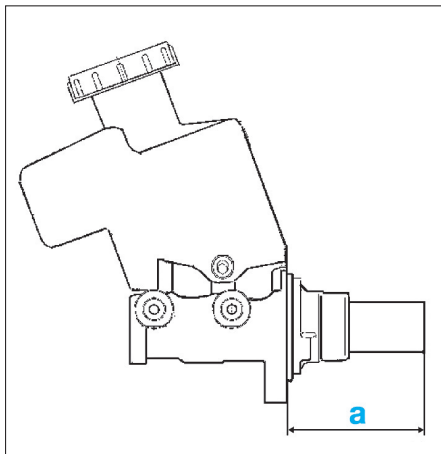

FIG. 23
- contrôler la distance (a) du maître-cylindre, si celle-ci ne correspond pas à 72 mm le remplacer (Fig.23).